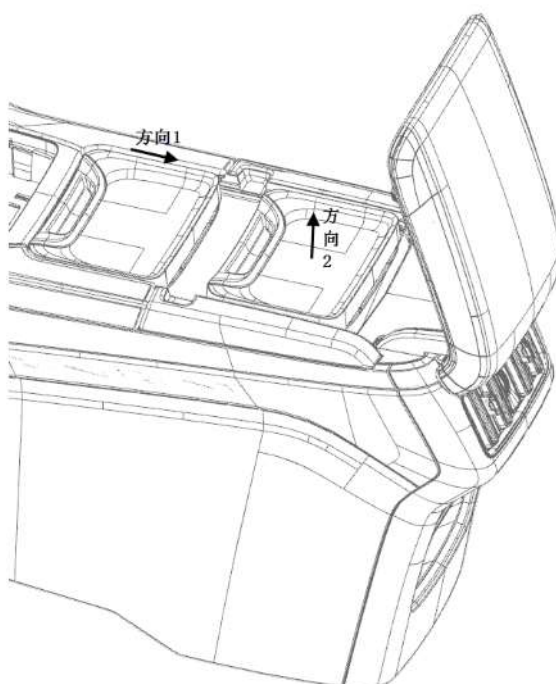

图 1-3-7 副仪表板后饰板装配总成示意图
(4) 打开扶手, 取出扶手箱橡胶垫, 用10#套筒或丁字杆松开图1-3-7所示的2个螺栓(Q150B0625T1F3A+Q40206)。